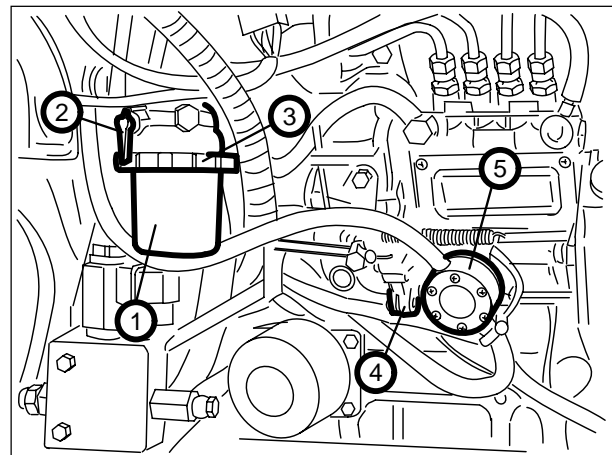

Fig. 36. Sistema de injeção.
Com frequência variável descarregue a água do cárter do filtro do combustível (1. Fig. 36).
1. Feche a torneira do combustível (2. Fig. 36) rodando-a para a posição horizontal.
2. Remova o cárter do filtro de combustível (1) e faça sair a água e o pó.
3. Volte a montar o cárter (1) do filtro apertando a porca de aperto (3).
4. Abra a torneira do combustível rodando-a para baixo (2. Fig. 36).
5. Faça a escorva do combustível com a alavanca da bomba de alimentação (4. Fig. 36), ligue o motor e efectue a purga automática do circuito do combustível
1. Limpe a parte externa do filtro (1. Fig. 36).
2. Segure a parte inferior do filtro com uma mão e aperte a porca de aperto (3) posta no topo do filtro.
3. Remova a tampa inferior do filtro (1).
6. Aperte a porca de aperto (3).
O ar é expulso de modo automático do circuito. Todavia, quando o filtro é removido aconselha-se efectuar a escorva do combustível por intermédio da bomba de escorva manual (Fig. 36).